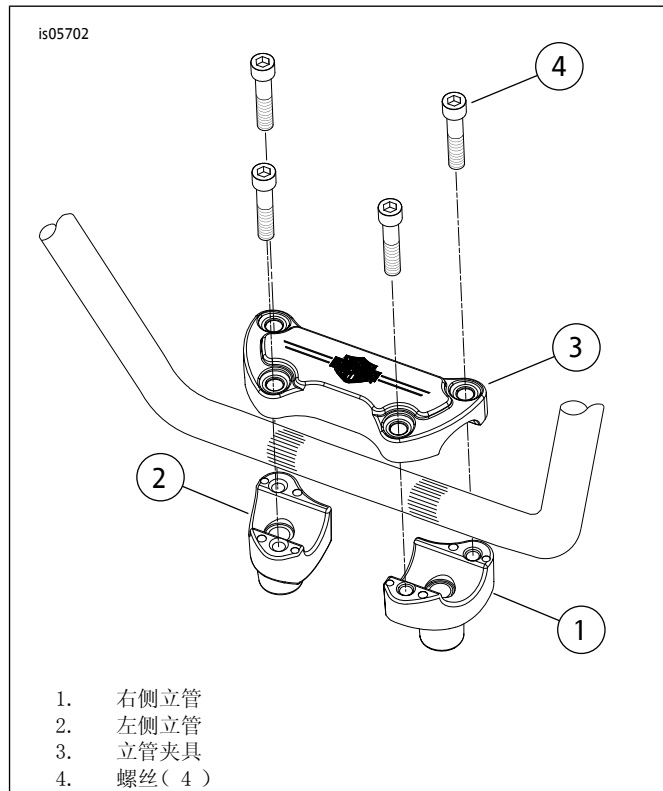

图4。立管朝向-FLSTC
- 参见图4。使用原厂设备(OE)螺丝、锁紧垫圈和垫圈将新立管(套件编号46809-09)安装至上部叉支架，朝向如图所示。将接地线缆和内齿锁紧垫圈安装至右侧立管螺丝。保持紧固件处于未拧紧状态。